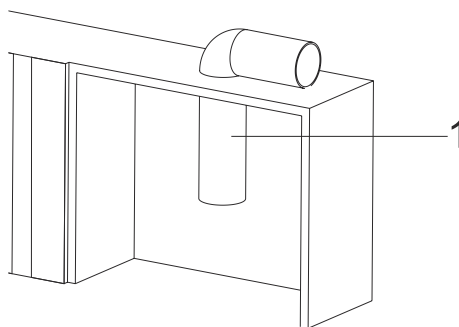

Fig. 11
2. ➔ Portare il tubo di scarico dell'aria nella cabina in cui verrà montato l'apparecchiatura (Fig. 11).